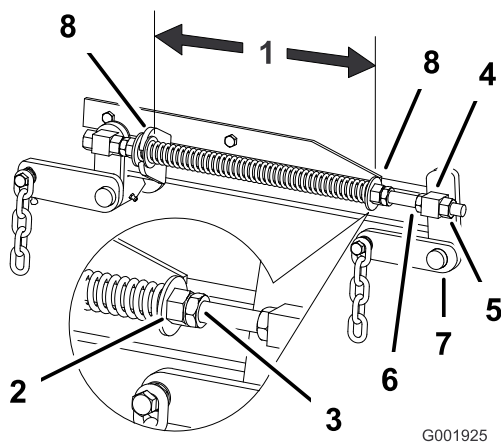

Figure 59
2. Vérifiez que les deux grandes rondelles sont espacées de 28,2 cm (11-1/8") pour les tabliers de coupe de 52 pouces, et de 26,7 cm (10-1/2") pour les tabliers de coupe de 60 pouces (Figure 59).
3. Réglez cette distance en desserrant l'écrou de blocage du ressort et en tournant l'écrou devant chaque ressort (Figure 59).
4. Bloquez l'écrou en position en serrant l'écrou de blocage du ressort (Figure 59).